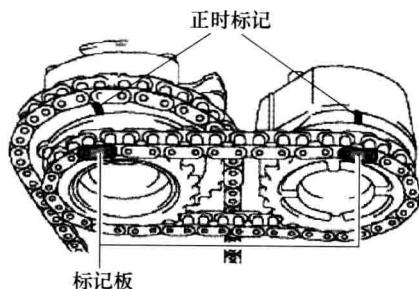

图 1-10 2号链条黄色标记板与凸轮轴正时齿轮对正
③ 如图1-10所示，将2号链条的黄色标记板与凸轮轴正时齿轮总成和排气凸轮轴正时齿轮总成的正时标记对准，并将2号链条接合到齿轮上。
- ④ 将右侧曲轴正时链轮安装到凸轮轴上。
- ⑤ 将1号凸轮轴的锁销与凸轮轴正时齿